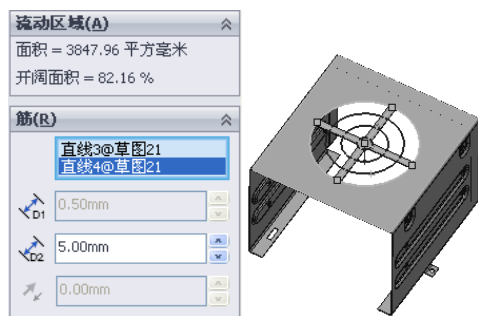
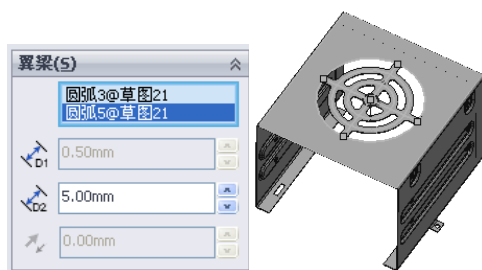
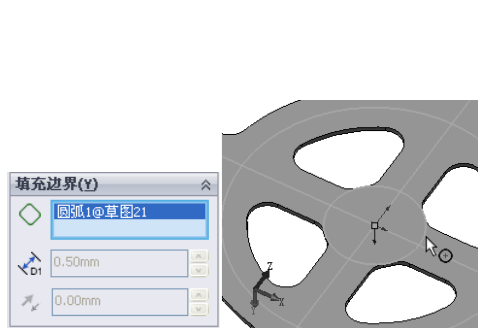
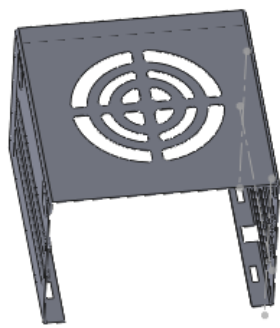

图 10-221 选择通风口筋
图 10-222 选择通风口翼梁
图 10-223 选择通风口填充边界
图 10-224 生成的通风口
(30) 在草图中选择两条互相垂直的直线作为通风口的筋，输入筋的宽度数值“5”，如图 10-221 所示。在草图中选择中间的两个圆作为通风口的翼梁，输入翼梁的宽度数值“5”，如图 10-222 所示。在草图中选择最小直径的圆作为通风口的填充边界，如图 10-223 所示。设置结束后，单击 (确定) 按钮，生成通风口如图 10-224 所示。